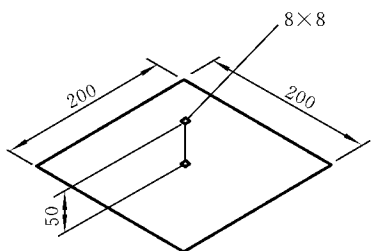

图 11.74 高线和屋顶轮廓线图示
② 绘高线和屋顶轮廓线:高线高为50,屋顶是 8×8 正方形,如图11.74所示。